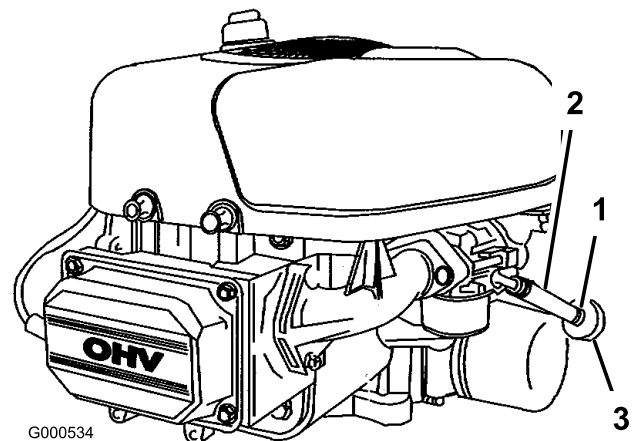

Bild 41
5. Lockern Sie die Schlauchklemme am Kraftstofffilter und schieben Sie sie an der Kraftstoffleitung weg vom Kraftstofffilter (Bild 41).
6. Ziehen Sie die Kraftstoffleitung vom Filter (Bild 41).
8. Bringen Sie die Kraftstoffleitung am -filter an. Schieben Sie die Schlauchklemme ganz an den Kraftstofffilter heran, um die Kraftstoffleitung zu befestigen (Bild 41).
4. Drücken Sie die Enden der Schlauchklemmen zusammen und schieben Sie sie vom Filter weg (Bild 41).
6. Setzen Sie einen neuen Filter ein und schieben Sie die Schlauchklemmen an den Filter heran (Bild 41).